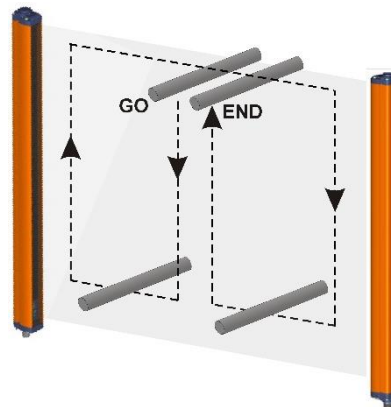

Abb. 14
- die ESPE im blockierten Zustand (➤|) verweilt, wenn die Strahlen entlang des Schutzfeldbereichs mit einem angemessenen Teststab (Test Piece) und gemäß des auf Abb. 14 dargestellten Schemas unterbrochen werden.